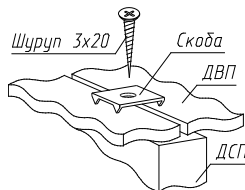

Рис. 2
3. Закрепить задние стенки из ДВП гвоздями Ø1,2x20 по периметру с шагом 100мм. и по углам шурупами Ø3x20, скрепками (рис.2) и шурупами Ø3x20 в местах стыка на полках.